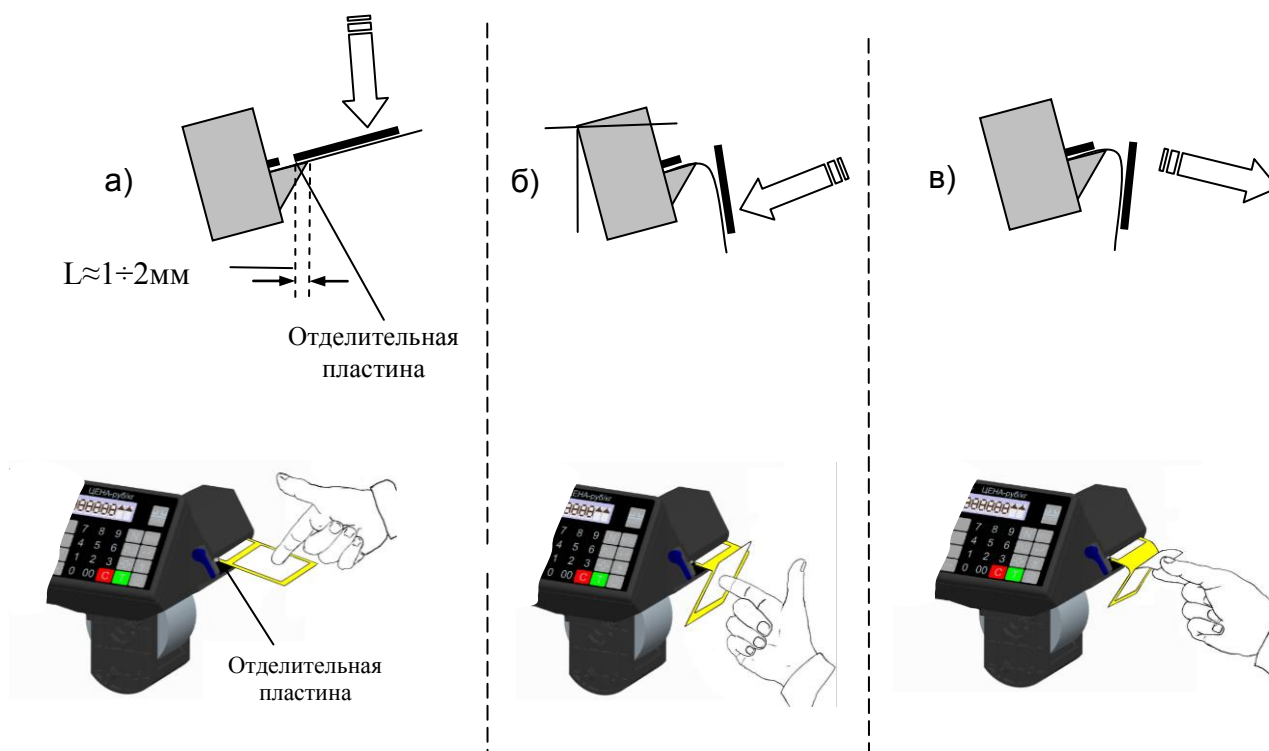

Рис. 7. Отделение этикетки
- после печати этикетка выйдет из принтера и остановится над отделительной пластиной (Рис. 7 а);
- Легким нажатием указательного пальца отклонить этикетку вниз вместе с лентой (Рис. 7 б), край этикетки отделится от ленты;
- снять этикетку с ленты, удерживая ее за верхний край большим и указательным пальцами (Рис. 7 в).
- 3 Если край этикетки не отделяется при нажатии или отделяемый край слишком мал, то необходимо откорректировать место остановки этикетки. Рекомендованное место остановки - когда край этикетки не доходит до конца отделительной пластины на 1-2 мм (см. Рис. 7 а). Порядок изменения места остановки этикетки описан в разделе 2.4.2.3. Первая этикетка после включения питания весов или после заправки рулона является контрольной и при печати выходит из принтера пустой.
Удобное отделение этикетки обеспечивается, когда расстояние L между концом этикетки и краем отделительной пластины после распечатки составляет 1-2 мм (Рис. 7 а). Изменение L достигается кнопками  и , при этом на печатающем устройстве заметно перемещение этикетки.